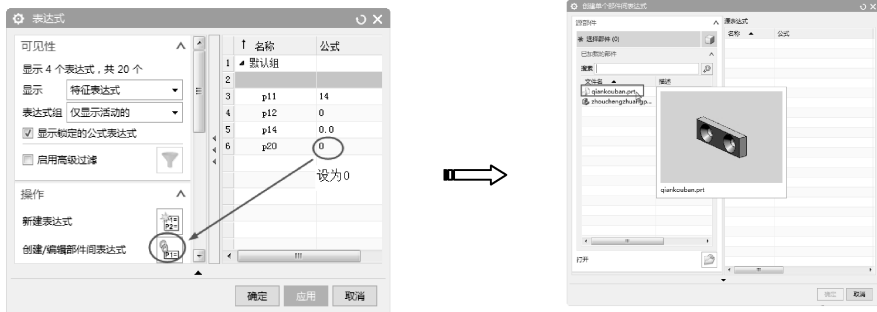

图 6-52 选择链接的部件
- 14 把 P20 的表达式中公式【P39】删除（删除字体），选择【创建/编辑部件间表达式】选项，打开【创建单个部件间表达式】对话框。选择 qiankouban 部件，如图 6-52 所示。